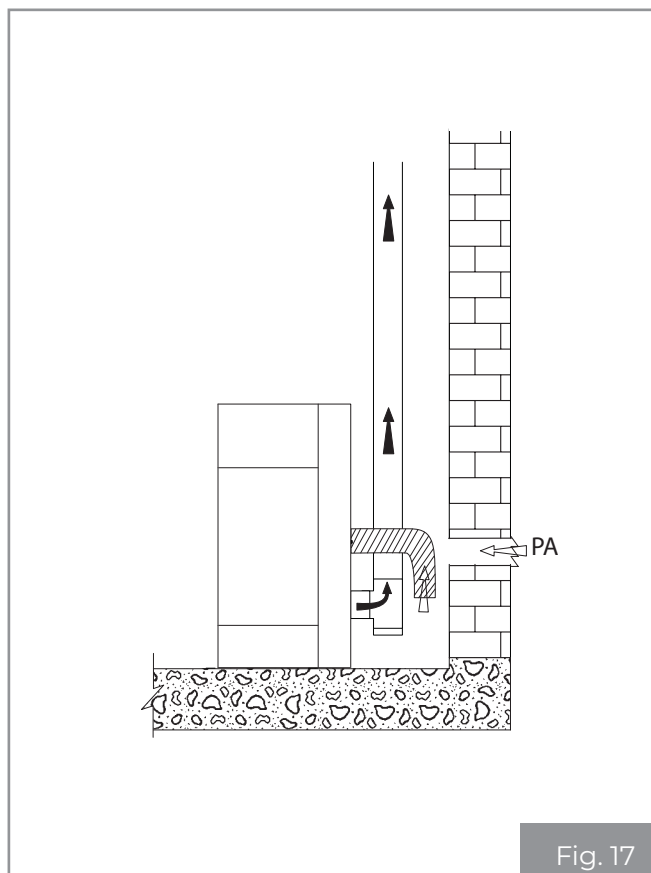

Fig. 17
- desde el ambiente de instalación o de los locales contiguos apropiados (**Fig. 17**).